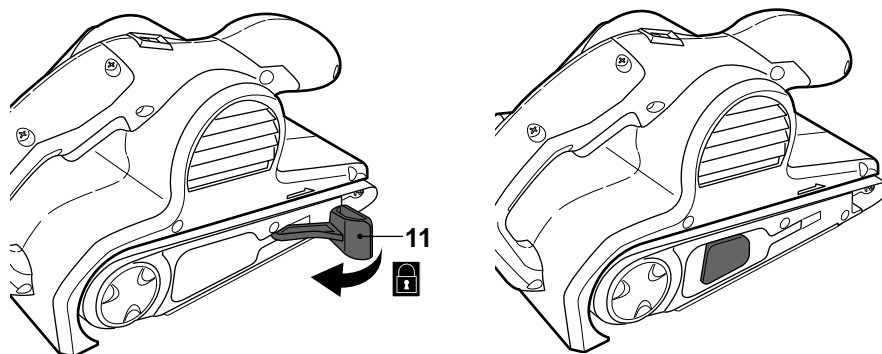

Fig. 3
- > Appuyez sur le levier de verrouillage [11] pour le remettre en place. Tirez légèrement sur la bande abrasive [8] pour vérifier qu'elle est bien en place (Fig. 3).